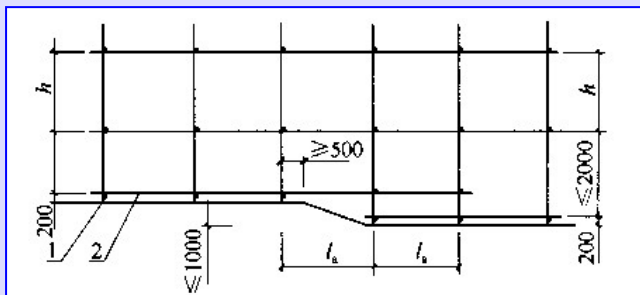

图 6.3.3 纵、横向扫地杆构造
6.3.3 脚手架立杆基础不在同一高度上时，必须将高处的纵向扫地杆向低处延长两跨与立杆固定，高低差不应大于1m。靠边坡上方的立杆轴线到边坡的距离不应小于500mm(图6.3.3)。